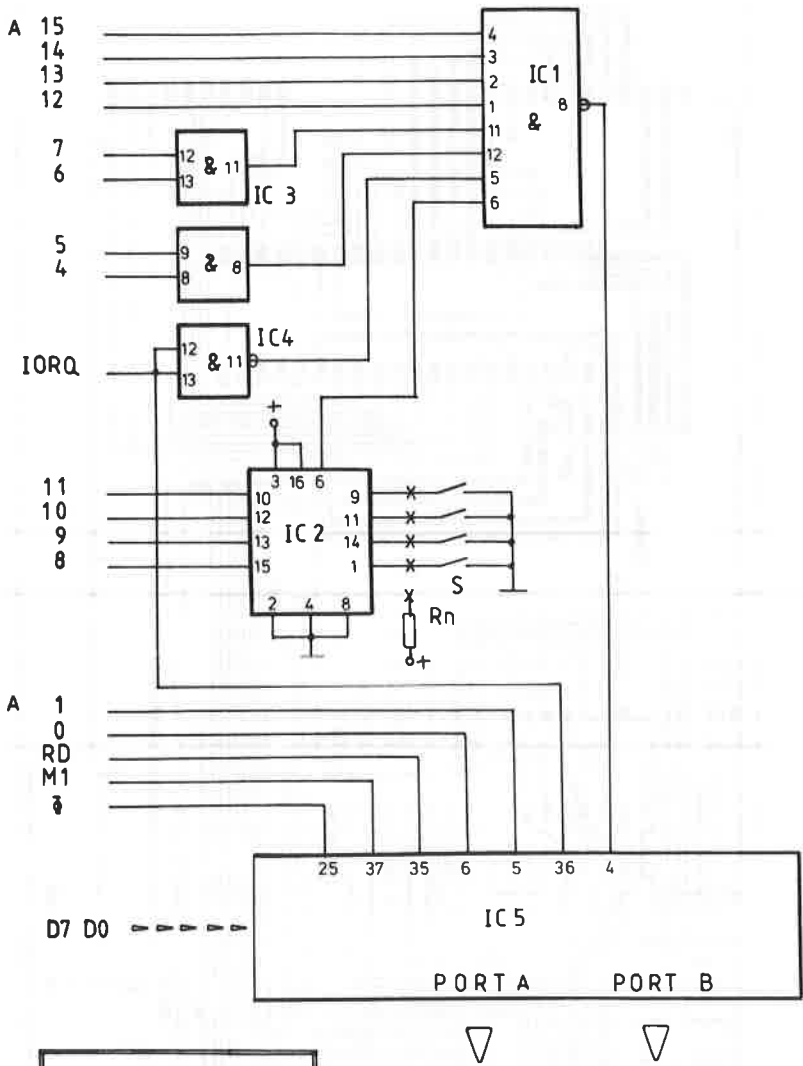

Abbildung: 85
Den vollständigen Schaltplan ersehen Sie in der Abbildung 85. Die Unterscheidung gegenüber dem Aufbau der 8255-PIO ist nur sehr geringfügig. Das einzig Auffällige bei dieser Konzeption ist, daß der M1 und der Rechner-Takt an der PIO benötigt wird. Da die PIO über keinen eigenen Schreib-Anschluß (WR) verfügt, muß stattdessen das IORQ-Signal direkt vor dem Inverter der Z80-PIO zugeführt werden, denn mit IORQ, M1 und RD können eindeutig Lese- oder Schreibanforderungen an den Baustein definiert werden.